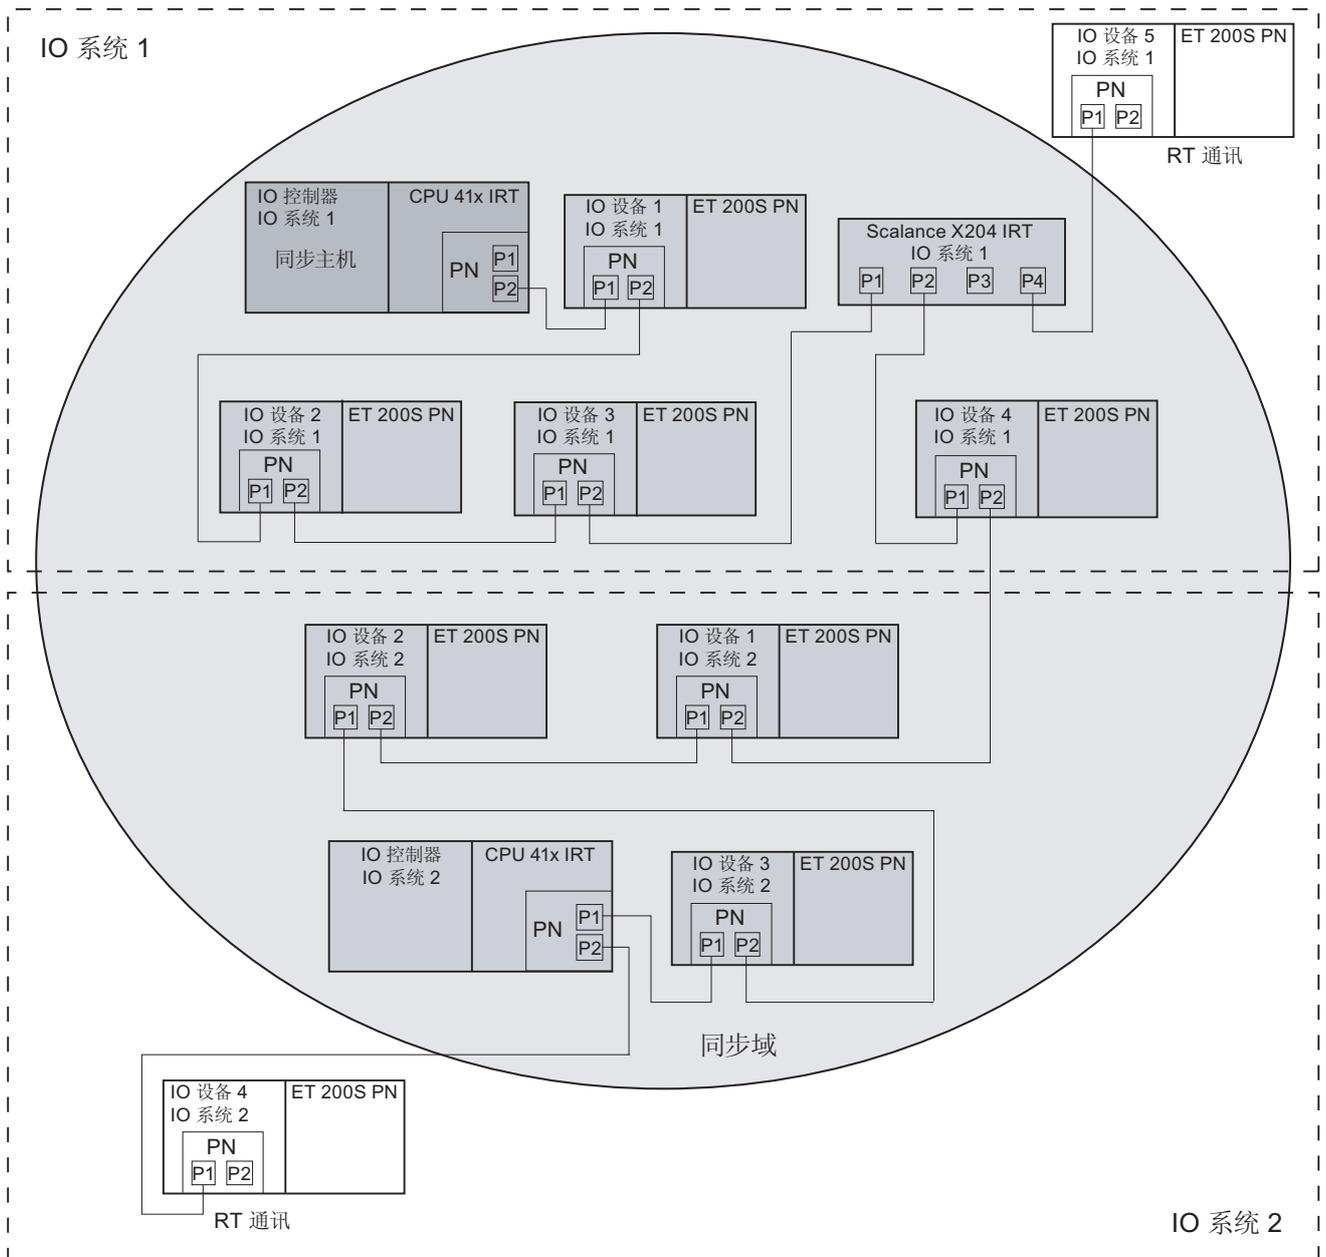

图 5-8 带有 IRT 和 RT 通信的两个 PROFINET IO 系统的组态示例
**具有“高灵活性”IRT 功能的同步主站的故障（图 5-8 中的示例）**
**具有“高性能”IRT 功能的同步主站的故障（图 5-8 中的示例）**